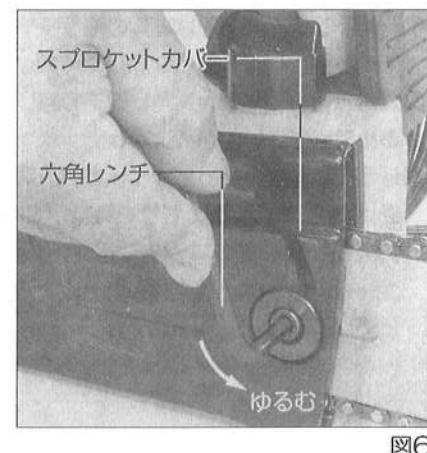

図6
①六角レンチ(付属品)でスプロケットカバーを固定している六角穴付ボルトを取りはずしてください。(図6参照)
②ガイドバー押えを取りはずしてください。
③ソーチェーンをガイドバーの先端に入れ、もう一方をスプロケットに入れてください。